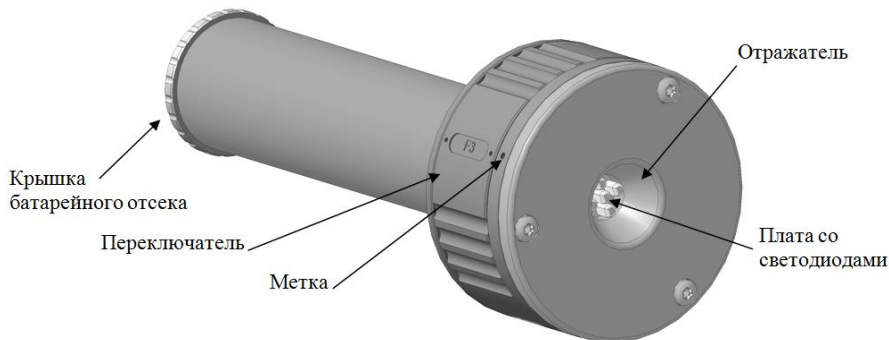

Рисунок 2 – Внешний вид излучателя
Излучатель представляет собой алюминиевый корпус, состоящий из отражателя, платы электронной со светодиодами, переключателя режима работы и крышки батарейного отсека, см. рисунок 2. Отсек с аккумуляторной батареей залит компаундом.
Включить излучатель поворотом переключателя до совмещения метки на корпусе с надписью «F1» или «F2» или «F3» (рис. 2), светодиоды при этом должны мигать. Направить излучатель на лицевую поверхность извещателя. Удерживать излучатель до момента перехода извещателя в режим «Пожар». При этом индикатор извещателя переключится в режим постоянного свечения. Реле ПОЖАР отключено.
Убедиться, что тестируемый извещатель находится в дежурном режиме по состоянию светодиодного индикатора. Включить излучатель поворотом переключателя до совмещения метки на корпусе с надписью «F4» (рис. 2), светодиоды при этом должны мигать. Направить излучатель на лицевую поверхность извещателя. Удерживать излучатель до момента перехода извещателя в режим «Неисправность». При этом индикатор извещателя переключится в режим частого мигания. Реле НЕИСПРАВНОСТЬ отключено.
- открутить крышку батарейного отсека, см. рисунок 2;